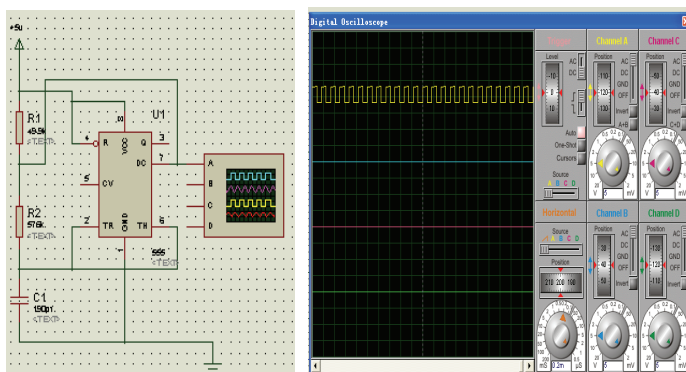

图 1.33 待测信号源设计和仿真图
① 单击对象选择按钮“P”，添加以下元件：10WATTOR1（电阻）、AUDIO100N（电容）和 555。
② 单击左边第一个 按钮，在元件列表中选择 GROUND、POWER（电源和地）；单击绿色按钮，在元件列表中选择 OSCILLOSCOPE（示波器）。
③ 按照图连接好元件，如图 1.33 所示。
④ 运行仿真，得到待测信号源。